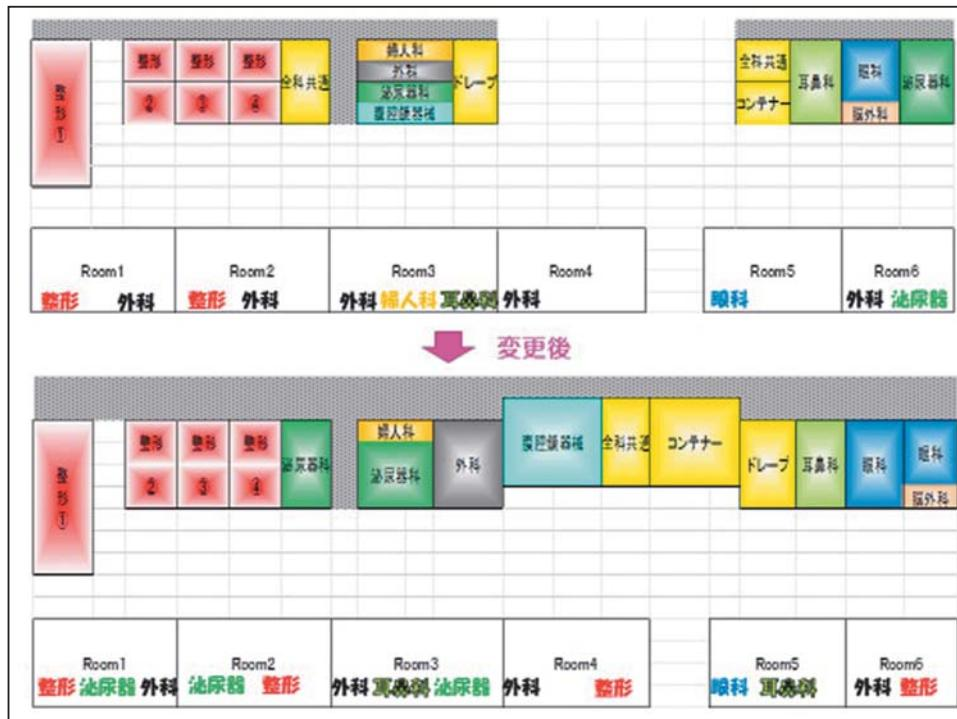

図1 手術室クリーンホール
- ① 各科器械の収納場所と手術部屋の位置を見直す。（図1）